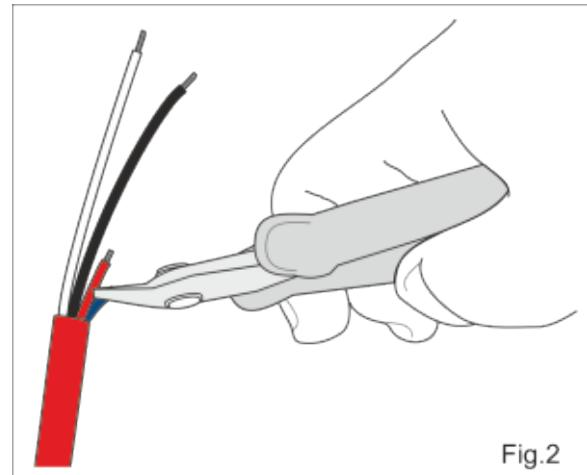

Fig.2
N.B. Si raccomanda di tagliare e isolare i terminali che non verranno utilizzati (fig. 2).
N.B. Take care to cut and insulate the ends that will not be used (see fig. 2).
RÉMARQUE: Il est recommandé d'enlever et d'isoler les bornes qui ne sont pas utilisées (voir fig. 2).
BEACHTEN: Es wird empfohlen, die nicht zum Einsatz kommenden Endstücke abzuschneiden und zu isolieren (siehe Abb. 2).